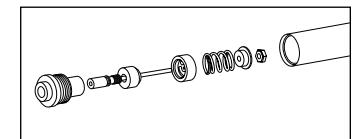

Abb. 5
2. Schieben Sie das Grundventil von der Dämpferstange. Notieren Sie sich die Ausrichtung des Ventils, der Verschlußplatte, der Wellenscheibe und des Trägers. (Abb. 5)